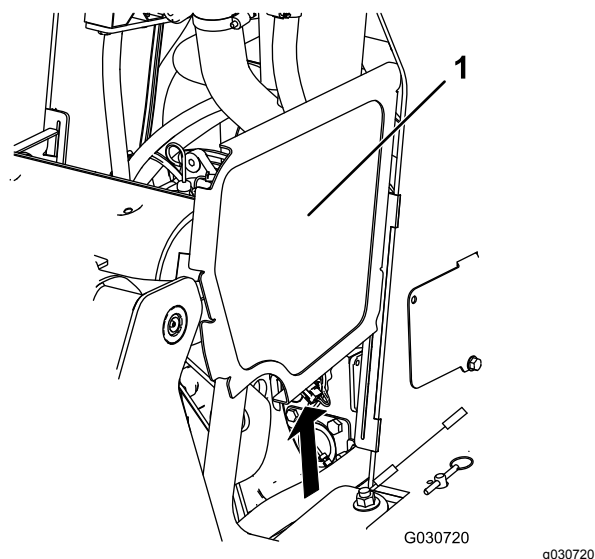

Figure 43
2. Faites coulisser les panneaux latéraux (Figure 43) vers le haut pour les sortir des fentes du panneau avant et du cadre.